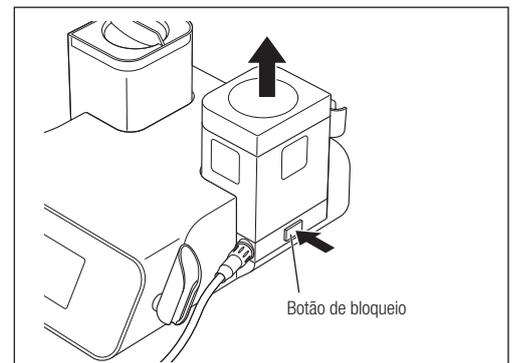

Fig. 42
- 3) Aperte o botão de bloqueio para remover a câmara. Em seguida, puxe a câmara para cima em linha reta (Fig. 42).